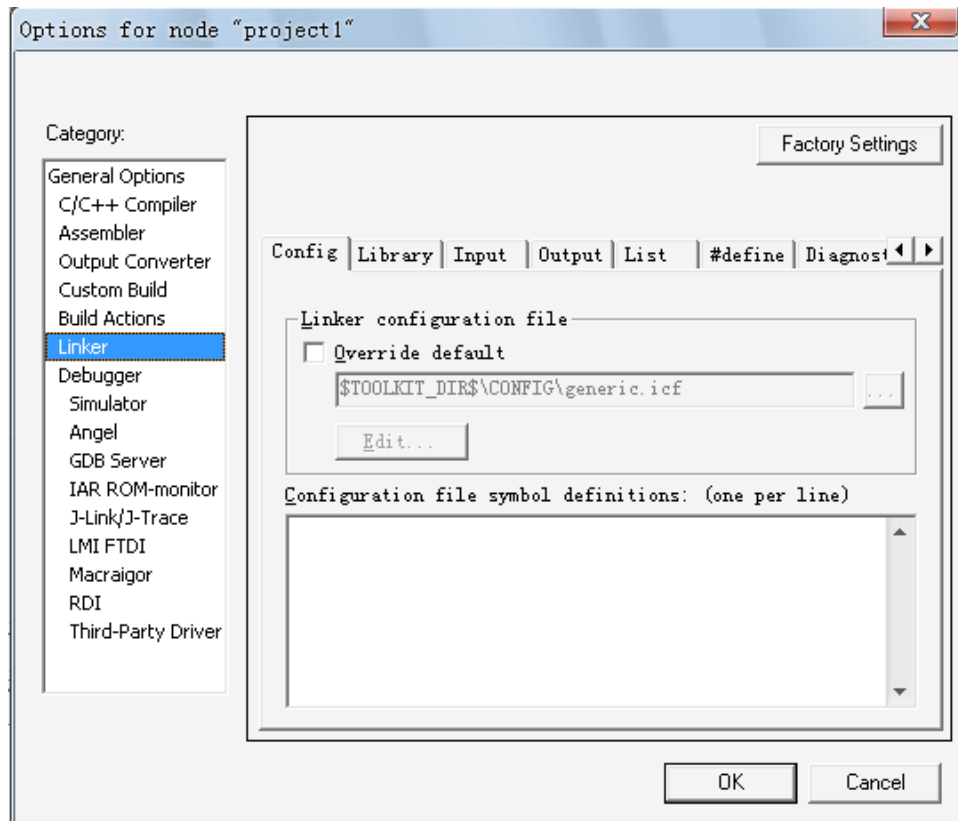

图 9. XLINK 参数选件窗口
- ③ 选中 Workspace 窗口中的 *Utilities.c*，按鼠标右键选择弹出框中的 Options…。从弹出的对话框左边的 Category 中选择 C/C++ Compiler 并确定 Override inherited settings。打开 Optimization 页面，把优化级别从 None 改定为 High。然后按 OK 按钮。
- ④ 重新编译 *Utilities.c*，请注意这时编辑窗口中的 *Utilities.lst* 文件已经自动被刷新。文件尾显示的代码大小已经因优化级别的升高而减小。
- ⑤ 对本例而言，Optimization 应选择 None。所以在连接处理前应该将优化级别恢复到原来的设置。这时应选中 *Utilities.c*，按鼠标右键选择弹出框中的 Options…。选择 C/C++ Compiler 并取消 Override inherited settings。然后重新编译 *Utilities.c*。
- ① 先选中 Workspace 窗口中的 Project1 - Debug，然后选择主菜单 Project > Options，弹出 Options 对话框，见图 9。在左边的 Category 中选择 Linker，显示 IAR XLINK 的各选项页面。